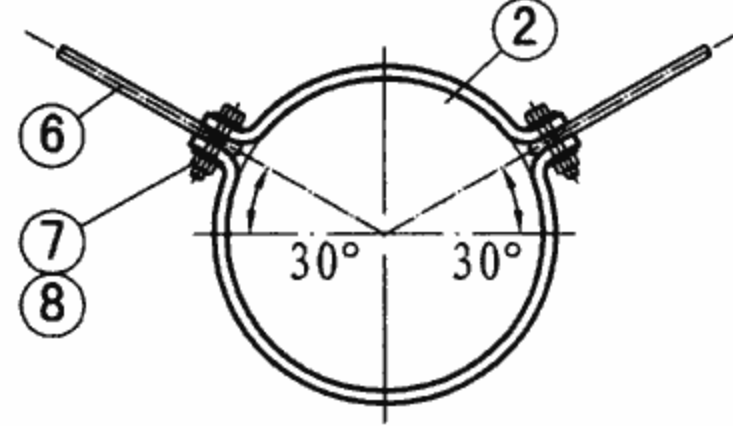

图7
2. 图1、图2、图3、图7均采用吊钩连接, 其做法见“吊钩图”。